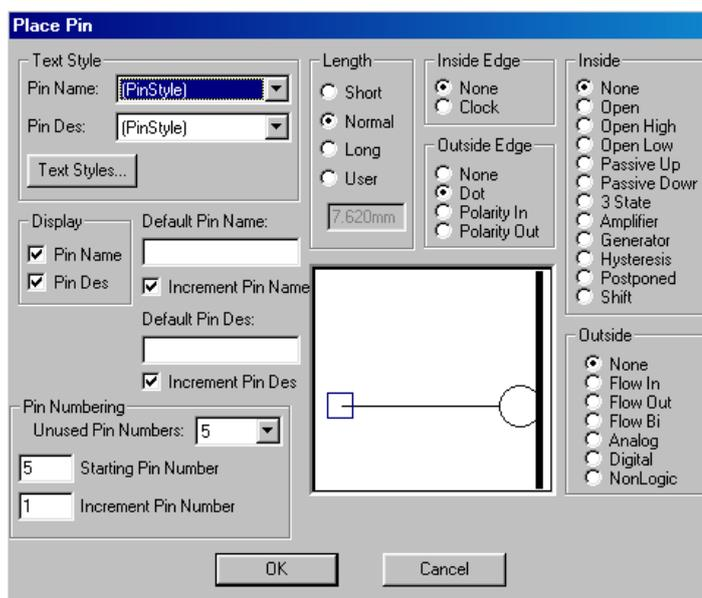
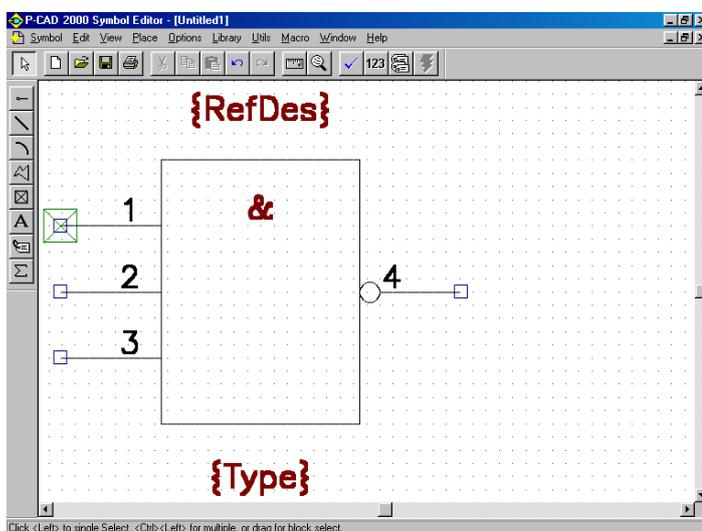

Рис. 1.9. Настройка видов и имен контактов
Рис. 1.10. Результат редактирования символического компонента
5. Завершить создание контура символа нажатием на клавишу **Finish** и отредактировать его на основном экране программы **Symbol Editor**. Для этого настроить отображение вида и имен контактов аналогично пунктам 4-6 предыдущего примера, используя диалоговое окно **Place Pin** мастера создания символов, изображенное на рис. 1.9. Результат редактирования показан на рис. 1.10.